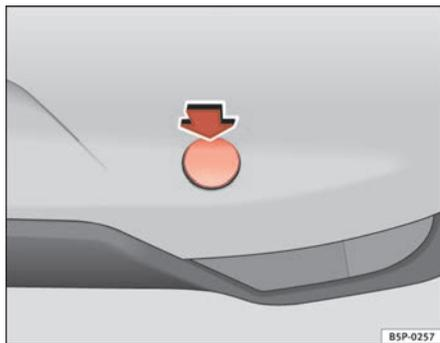

Fig. 207 Tampa da argola de reboque traseira
- Solte a tampa premindo a parte superior da mesma no sentido da seta ⇒ fig. 207.